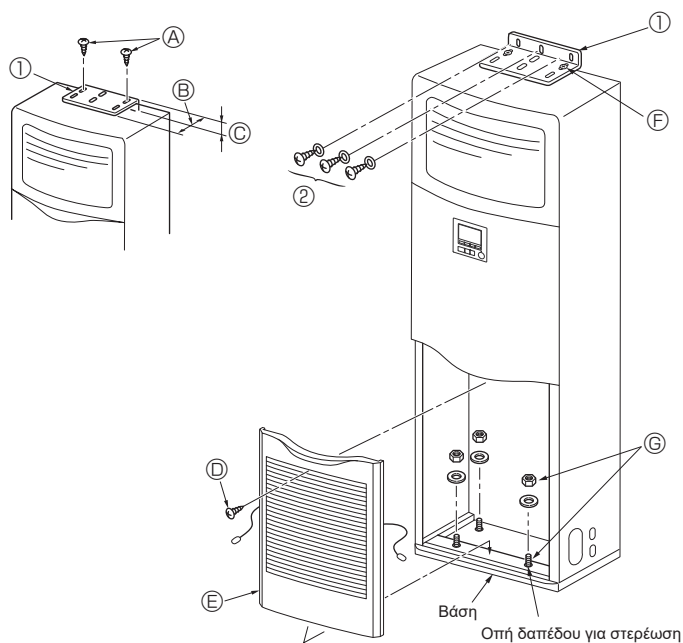

Fig. 3-2
①	Γωνιακό λαμάκι στήριξης	1	Άνω επιφάνεια της μονάδας.
②	Λαμαρινόβιδες (με ροδέλα)	3	Στο εσωτερικό της γρίλιας εισαγωγής.
③	Μονωτικό σωλήνα αερίου (φαρδύ)	1
④	Μονωτικό σωλήνα υγρού (μικρό)	1
⑤	Ταινία	5
⑥	Υποδοχή αποστράγγισης	1
⑦	Δακτύλιος (για την οπή του καλωδίου)	2
⑧	Σημείωση ασφαλειοδιακόπτη, ετικέτα	1
3.2. Γωνιακό λαμάκι στήριξης (Fig. 3-2)